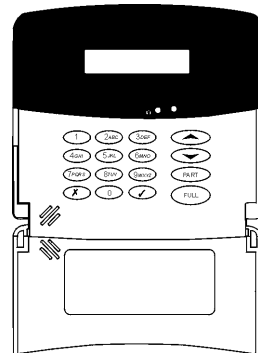

Abbildung B.24: Programmierastatur
- 6.Alle im Folgenden beschriebenen Tests und Funktionen beziehen sich auf die Benutzung einer LCD- Programmierastatur (siehe Abbildung B.24). Schließen Sie die Programmierastatur an den dafür vorgesehenen Anschluss an.